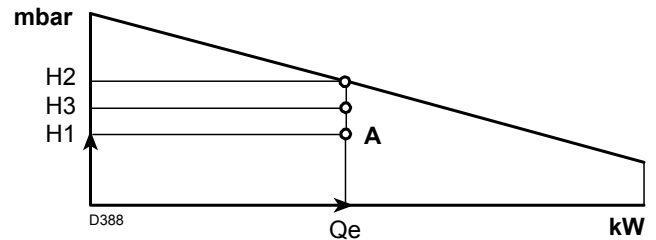

Fig. 40
punto A que debe quedar dentro del campo de trabajo (Fig. 40).
- 4 -Trazar una vertical desde el punto A, Fig. 40, y encontrar la máxima presión H2 del campo de trabajo.
Si H3 es mayor que H1, como en la Fig. 40, el quemador puede erogar el caudal requerido.